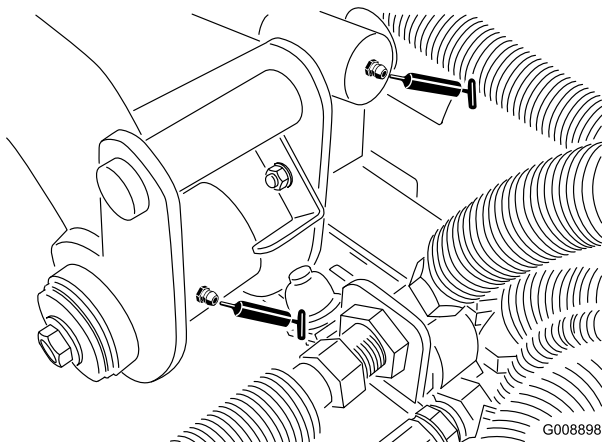

Figura 34
- Perno del braccio di sollevamento posteriore e cilindro di sollevamento (2) (Figura 34)